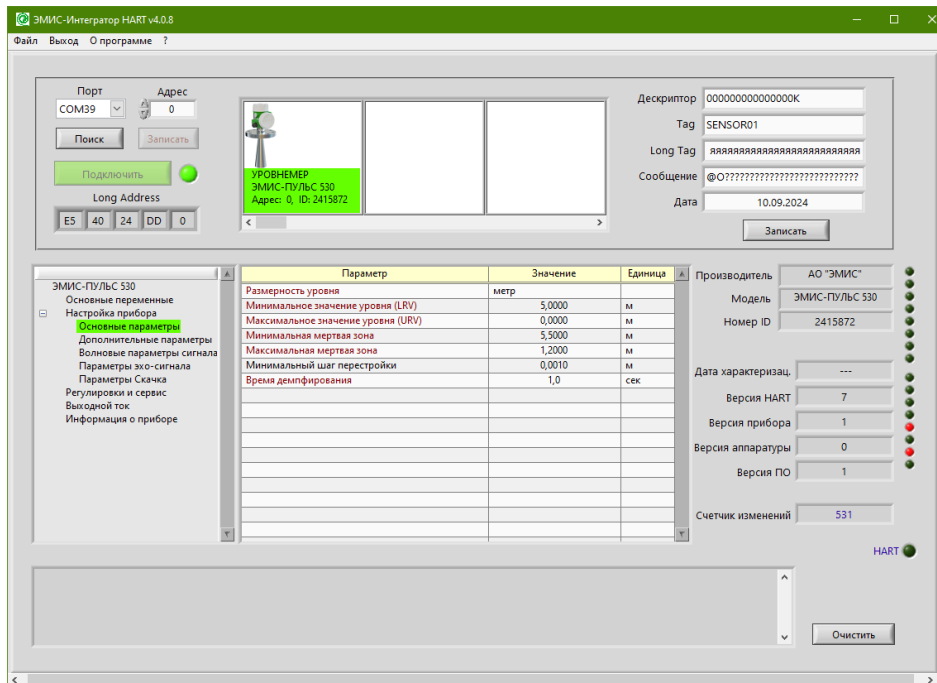

Рисунок 2.11 – Основные параметры уровнемера
- 2.1 Основные параметры, (рисунок 2.11).